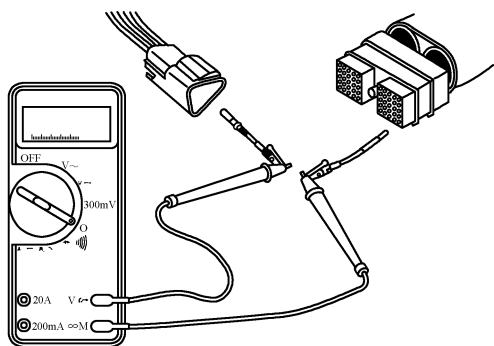

图 5-22 测量通信接口触针间的电阻
② 对于 J1939 数据通信接口，断开蓄电池电源，从 ECM 上断开发动机线束，断开钥匙开关，如图 5-22 所示，测量 ECM 插头上的 SAE J1939 数据通信接口正极(+)触针与 3 针或 9 针 Deutsch 插头上的 SAE J1939 数据通信接口正极(+)触针之间的电阻，应显示闭路，即电阻应小于 10Ω 。如果不是闭路，应维修或更换发动机线束。